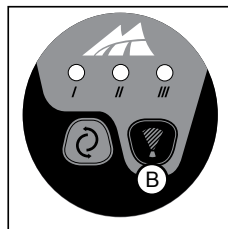

FIGURE 2
4. Appuyez sur le sélecteur de niveau de vapeur pour régler le niveau de vapeur sur faible (I), moyen (II) ou élevé (III) (Voir figure 2, B). La vapeur peut être utilisée sans la rotation.